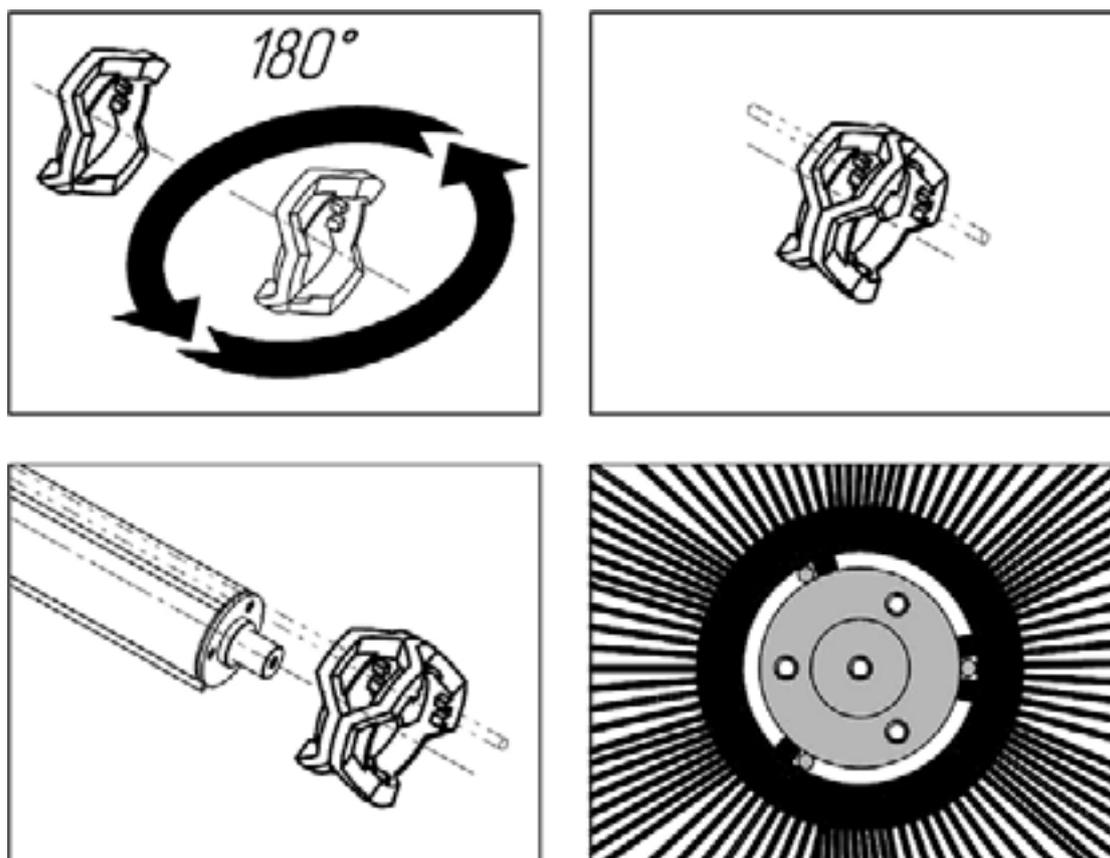

Рис.14 - Расположение щеточных дисков
- Установите запасные щеточные диски подходящего диаметра, поворачивая каждый следующий диск на 180 градусов вокруг перпендикуляра к оси подметающего катка (Рис. 14).